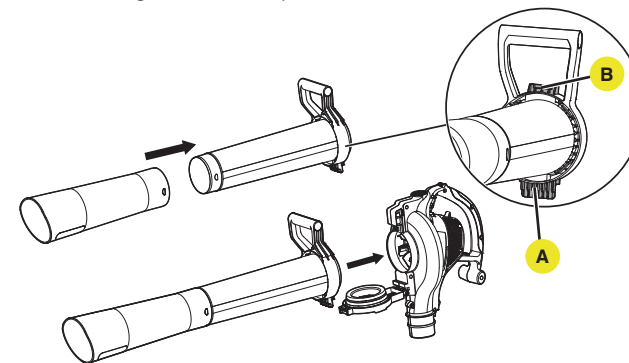

Fig. 3
- Avec la porte ouverte, alignez les languettes sur le tube d'aspiration avec les fentes dans l'ouverture de la porte. (Fig. 3)